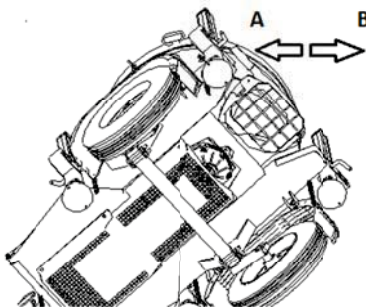

Fig.5
- Quando o aglomerado atingir a qualidade desejada, coloque um recipiente específico sob a boca de descarga e mantendo as pás em movimento, abra o bocal usando a alavanca. Empurre a alavanca completamente da posição A para a posição B. Para fechar o bocal, bastará voltar a colocar a alavanca na posição A (fig. 5).